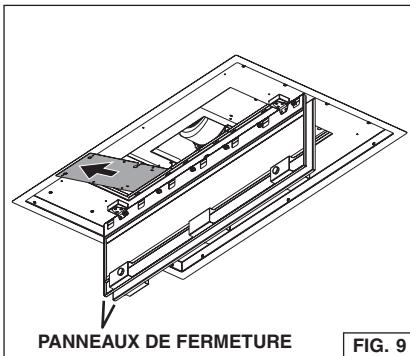

FIG. 9
- De l'intérieur de la pièce, rabattez vers le bas les deux panneaux de fermeture. Fig. 9.
- Enlevez les quatre (4) vis du panneau d'accès au compartiment électrique. Glissez le panneau de côté pour exposer le boîtier de connexion.